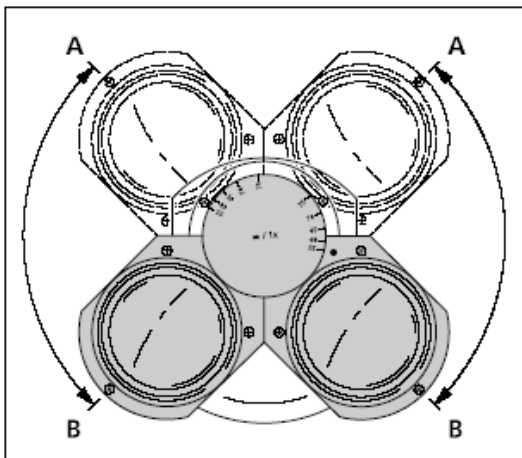

图4-33 调节双目观察筒的观察高度
- 把目镜筒上 (图4-33/A) 下 (图4-33/B) 移动, 改变观察高度。